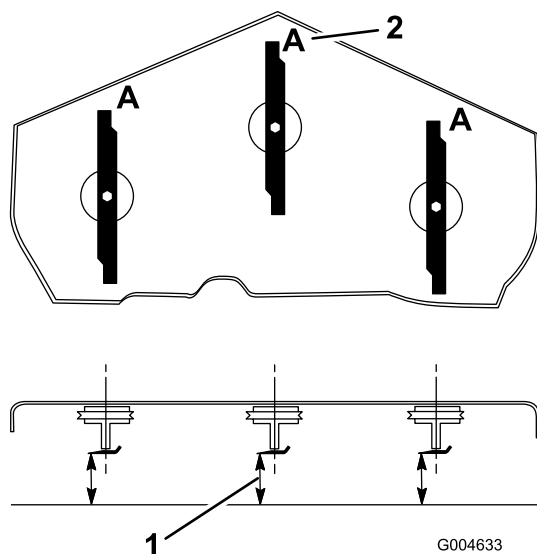

Figure 66
3. Tournez les lames dans le sens longitudinal (Figure 66). Mesurez la distance entre la surface plane et le tranchant (position **A**) des lames (Figure 66). Notez cette valeur.